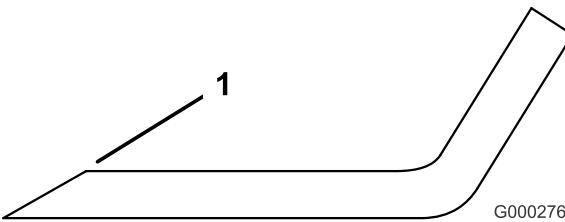

Figura 87
3. Controllate i taglienti di tutte le lame, e affilatevi se fossero ottusi o scheggiati. Affilate soltanto la parte superiore del tagliente e mantenete l'angolo di taglio originale per garantire l'affilatezza (Figura 87). La lama rimane bilanciata soltanto se viene rimossa una quantità uguale di metallo da entrambi i taglienti.